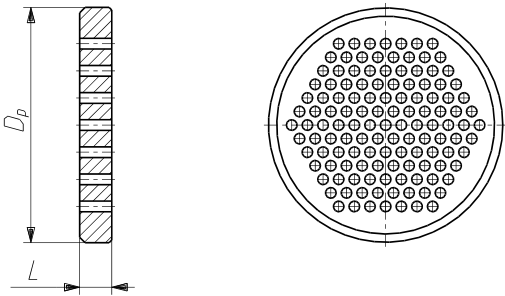

Abbildung 2
2. Lochplatten (Silencer plates) im Ausgang des Ventils und/oder eingebaut in einem nachfolgendem Reduzierstück (Abbildung 2)